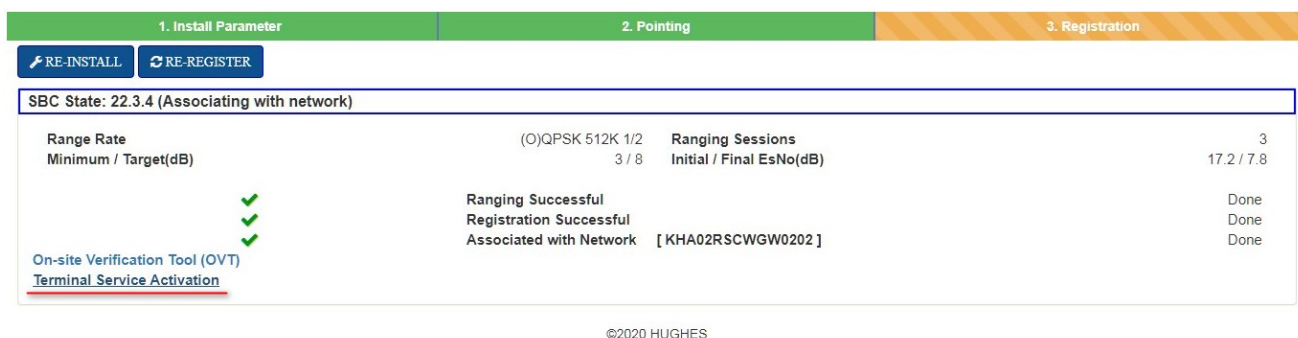

Рисунок 49. Окончание регистрационных действий и смена адресации
3. После ассоциации с сетью на вкладке «Registration» появятся две ссылки. Для продолжения регистрации дождитесь смены IP адресации, которая произойдет в течении 5 минут, либо просто вытащите витую пару из LAN-порта и вставьте обратно. При смене адресации ПК переподключится к модему. Для активации модема перейдите по ссылке «Terminal Service Activation» (рисунок 49).